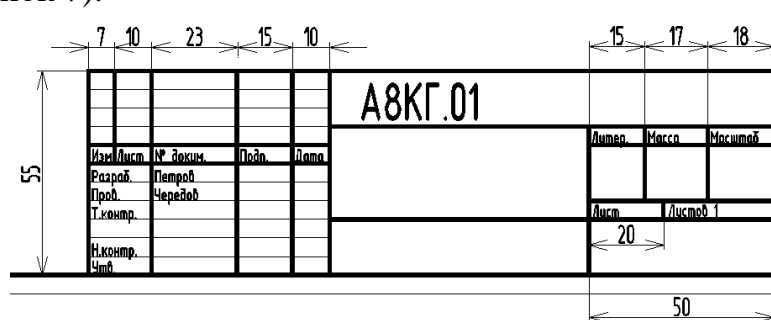

Рисунок 7- Размеры основной надписи чертежа по ГОСТ 2.104-68.
3. Переместить мышь вверх и ввести с клавиатуры 287 и нажать клавишу Enter; Переместить мышь влево и ввести с клавиатуры 395 и нажать клавишу Enter; Щелчком правой клавиши мыши виз контекстного меню выполнить команду «Замкнуть» (рисунок 7).